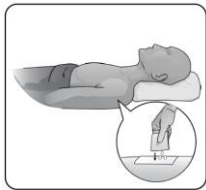

図 6
- 3)生理食塩水等を使用し、患者皮膚表面に貼付したパッドの表面を濡らす。(図 6 参照)